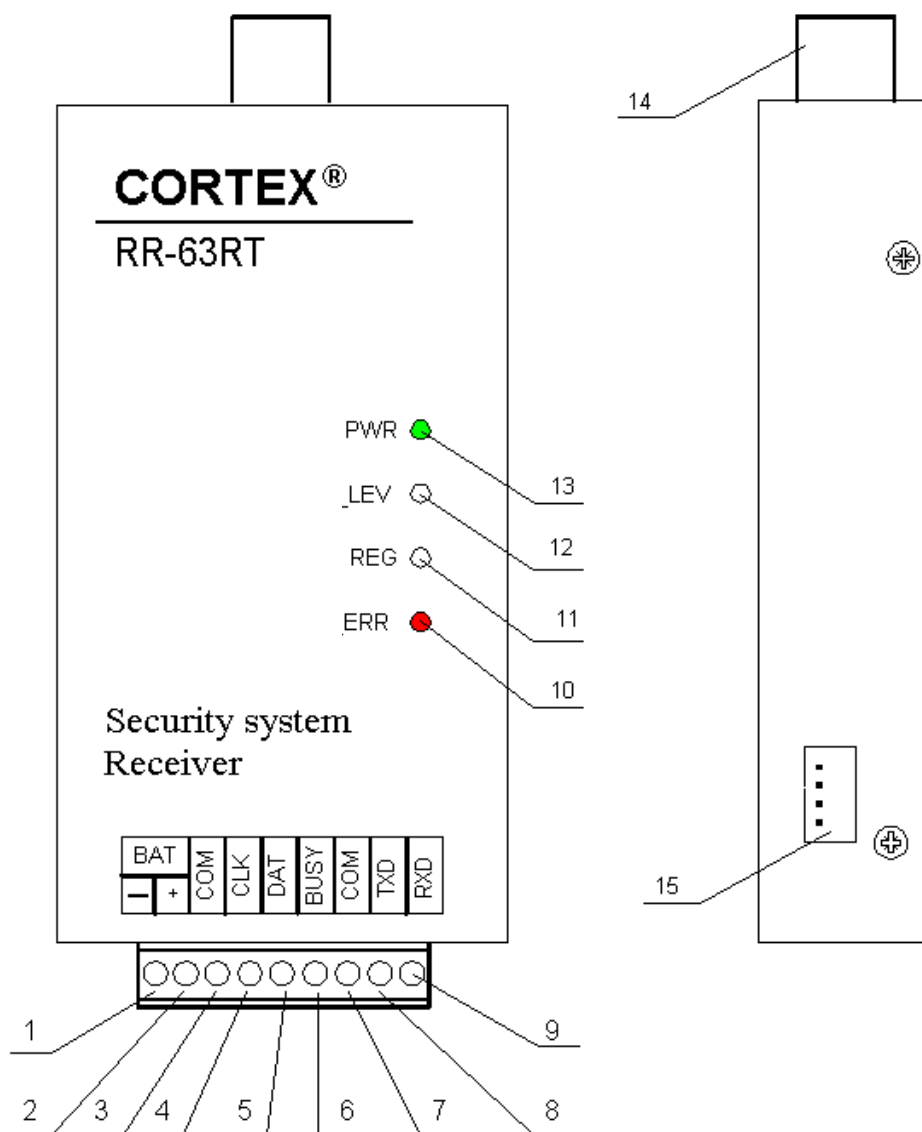

Рис. 1
На Рис. 1 цифрами обозначены:
1. Светодиод **PWR** (поз.13 на Рис. 1) – индицирует наличие 12-вольтового питания на соответствующих клеммах приемника;
2. Светодиод **RX_LEV** (поз. 12 на Рис. 1) – трехцветный индикатор уровня принимаемого сигнала. При плохом уровне сигнала будет во время приема гореть красным, при среднем уровне – желтым и при хорошем уровне, соответственно, зеленым;
3. Светодиод **REG** (поз.11 на Рис. 1) – трехцветный индикатор режима регистрации (см. п.3) На время приема горит красным, если сообщение пришло от незарегистрированной радиопанели. Зеленым, если сообщение пришло от зарегистрированной радиопанели. Желтым, если это – тестовое сообщение;
4. Светодиод **TX_ERR** (поз.10 на Рис. 1) загорается, если при обмене информацией с передатчиком **RT4-5se**, произошел сбой. Если следующий обмен будет удачным, данный индикатор погаснет.